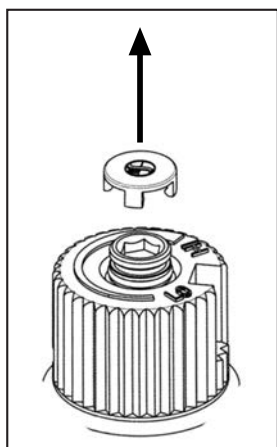

Figure 38: Enlever le capot de la vanne.
- a) Retirez le capuchon de protection noir du bouton HI/LO à la main, comme illustré à la Figure 38.
- g) Remettez en place le capuchon de protection noir qui a été retiré à l'étape (a) (Figure 38).